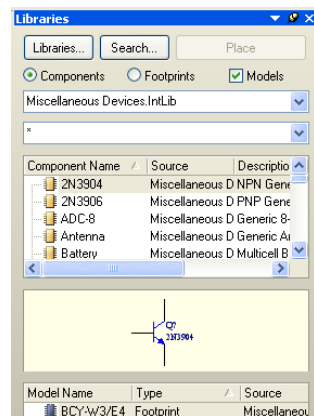

图 1-20 锁定状态
(3) 锁定显示。如图 1-20 所示，【Libraries】面板处于锁定状态。